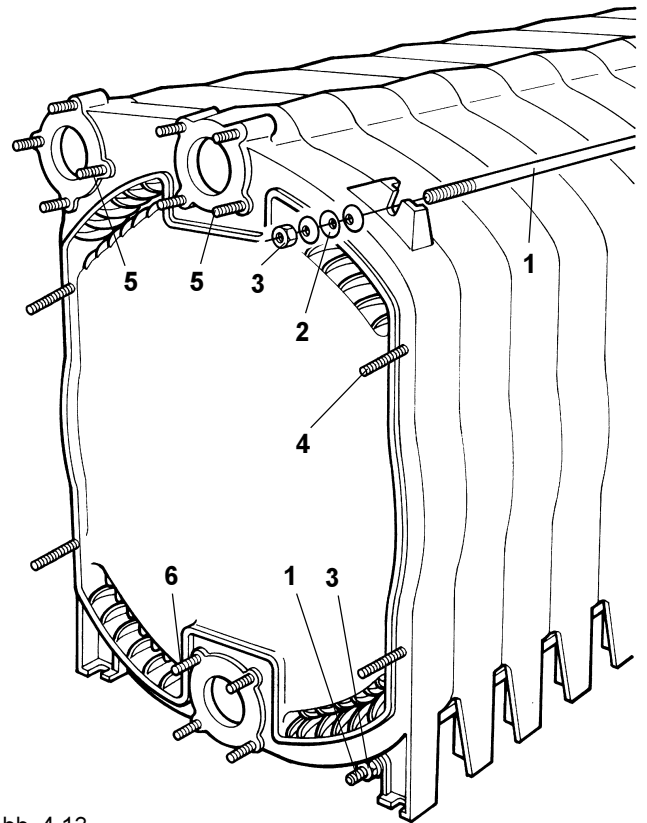

Abb. 4.13
- 12 Montieren Sie an der Kesselblockrückseite (Abb. 4.13):